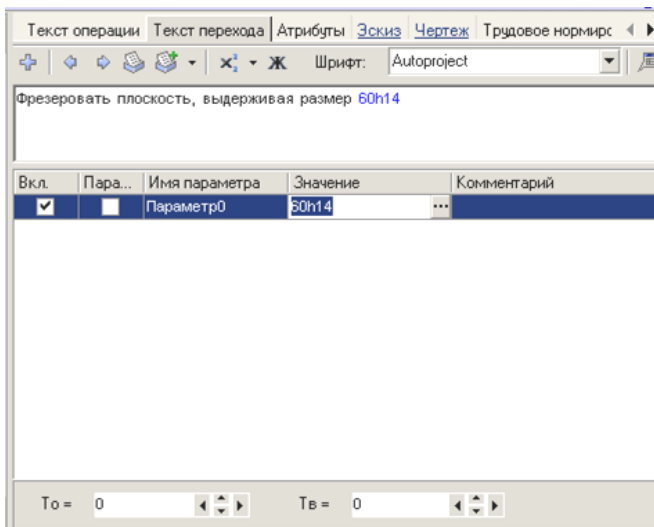

Рис. 3.3
4. Для редактирования размеров и переходов необходимо сделать следующее: установите курсор на переход 1 редактируемой операции. Перейдите на вкладку *Текст перехода*. Установите курсор на значении параметра перехода (рис. 3.3) и нажмите кнопку выбора значения.